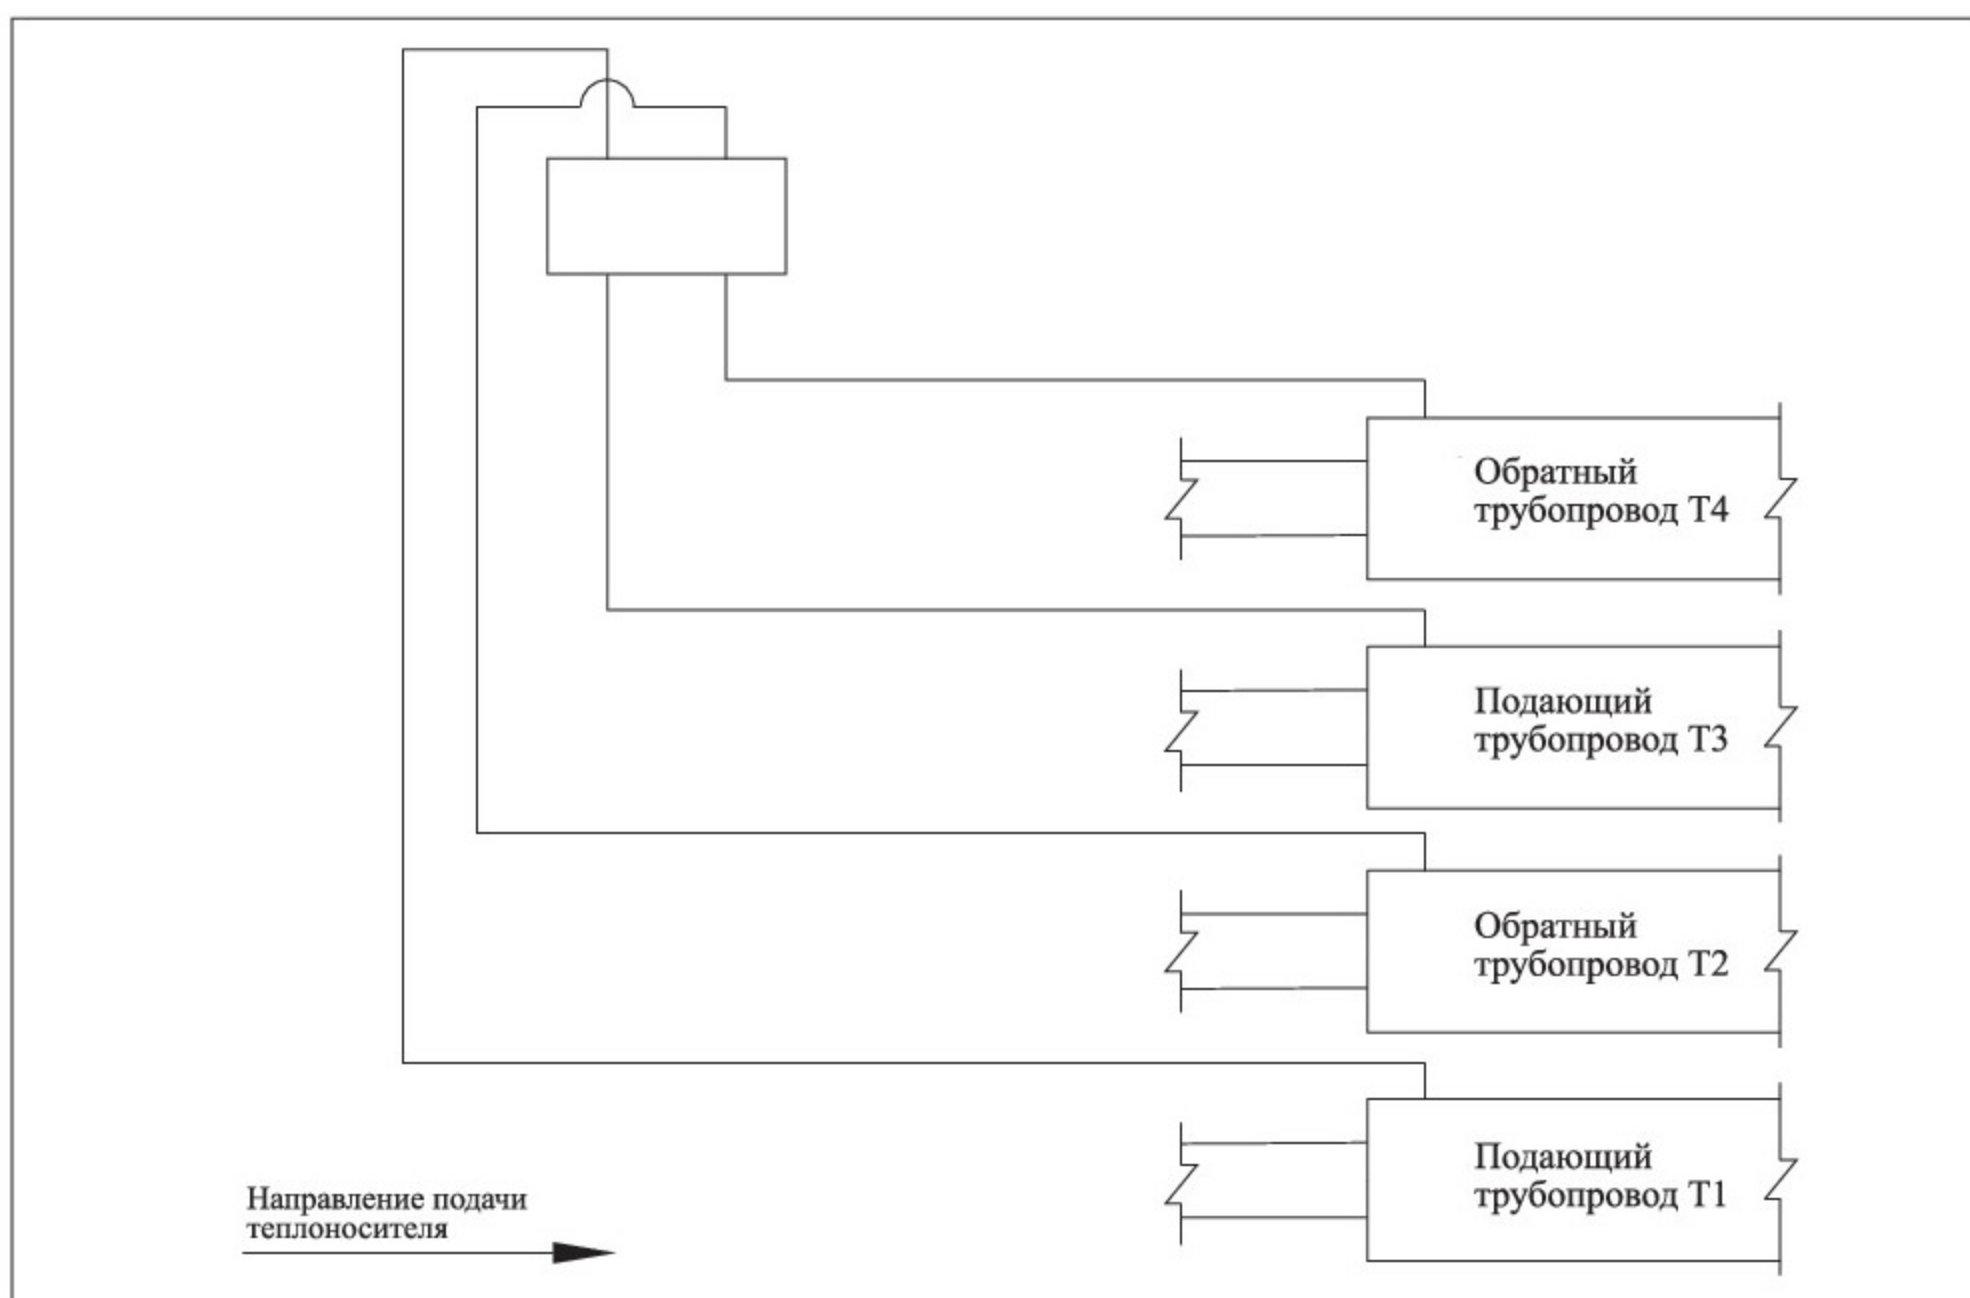

Рис. 3 Закольцовка одной четырехтрубной системы ОДК
- 2.1. Закольцовка одной четырехтрубной системы ОДК - **Рис. 3, 7.**